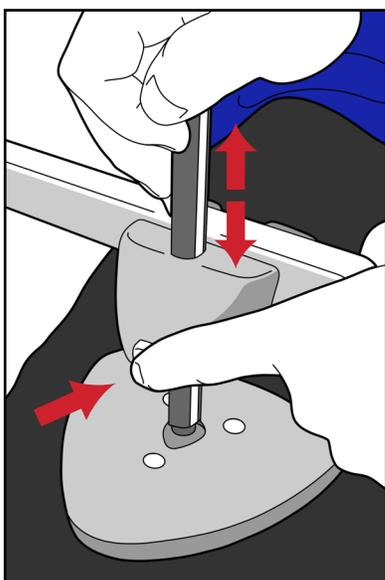

Рис. 12
2. Как только пациент будет зафиксирован в нужном положении, компрессионную пластину можно будет опустить на диафрагму, нажав на кнопку фиксатора и надавив вниз на планку. (Рис. 12)